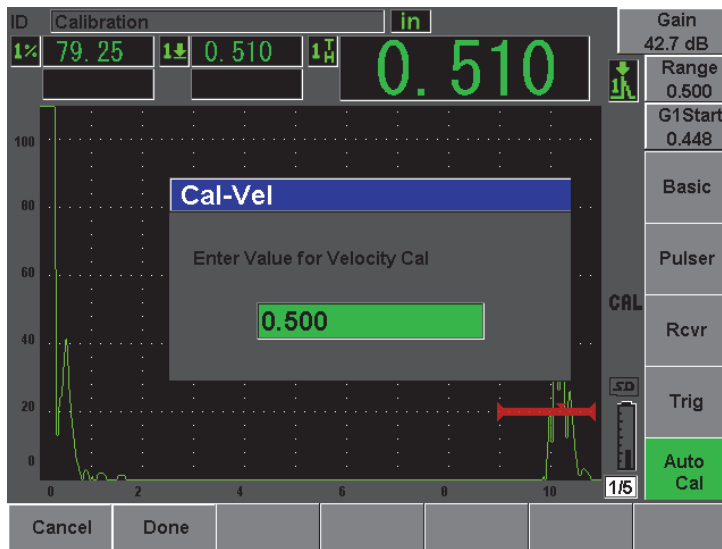

Figura 10-9 Inserindo o valor da espessura da calibração de velocidade
16. Na caixa de diálogo **Cal-Vel**, ajuste o valor de modo a coincidir com a espessura conhecida da indicação da porta (0,500 pol. neste exemplo), e então selecione **Done** para completar o procedimento de calibração (veja Figura 10-9 na página 168).